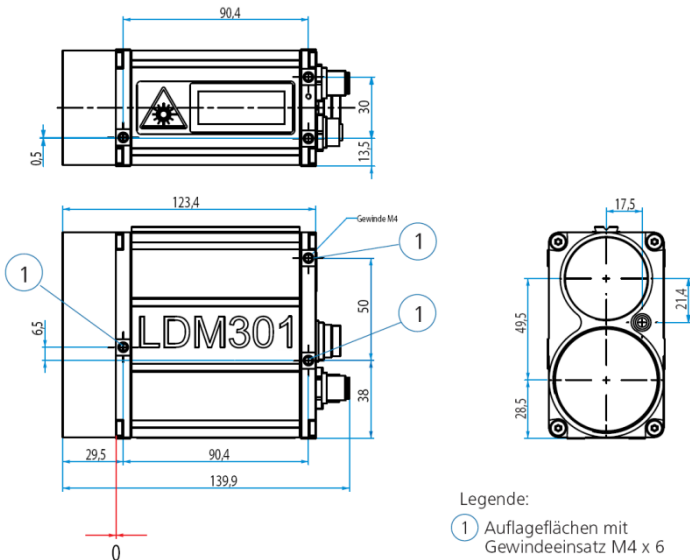
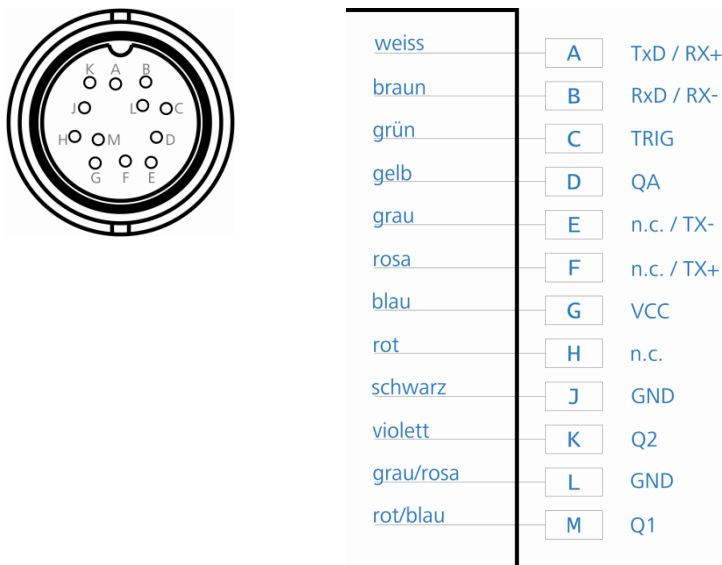

Abbildung 7 : Einbaumaße und Lage des Nullpunktes (Maße in mm)
Abbildung 8 : Anschlussschema Geräteanschluss
Das LDM301 besitzt auf beiden Seiten des Gehäuses und auf der Geräteunterseite je 3 Auflageflächen mit Gewindebohrungen (M4) zur Befestigung des Gerätes (Abbildung 7).
1. Befestigung an einer der Seitenflächen: Für die Befestigung an den Seitenflächen besitzt das LDM301 drei Auflagepunkte (Abbildung 7) mit Gewindebohrungen (M4 x 6)
2. Befestigung am Gehäuseboden: Für die Befestigung am Gehäuseboden besitzt das LDM301 ebenfalls drei Auflagepunkte (Abbildung 7) mit Gewindebohrungen (M4 x 6)
Der Pilotlaser (siehe Abbildung 7, Ziffer 7) unterstützt während der Inbetriebnahme die Ausrichtung des LDM301 auf das Ziel. Er ist ein Laser der Laserklasse 2 und arbeitet im sichtbaren Bereich bei 635 nm (rot). Der Pilotlaser ist nicht parallel zum Messlaser ausgerichtet, sondern schneidet diesen in einer Entfernung von 75m.
Als Schnittstellen stehen beim LDM301, abhängig von der Geräteausführung (siehe 4.3 Ausführungen), neben dem Geräteanschluss (siehe Abbildung 7, Ziffer 11) mit der RS-232- oder RS-422-Schnittstelle entweder die SSI-Schnittstelle (Abbildung 8, Ziffer 3) oder die Profibus-Schnittstelle (Abbildung 8, Ziffer 4, 5) zur Verfügung.